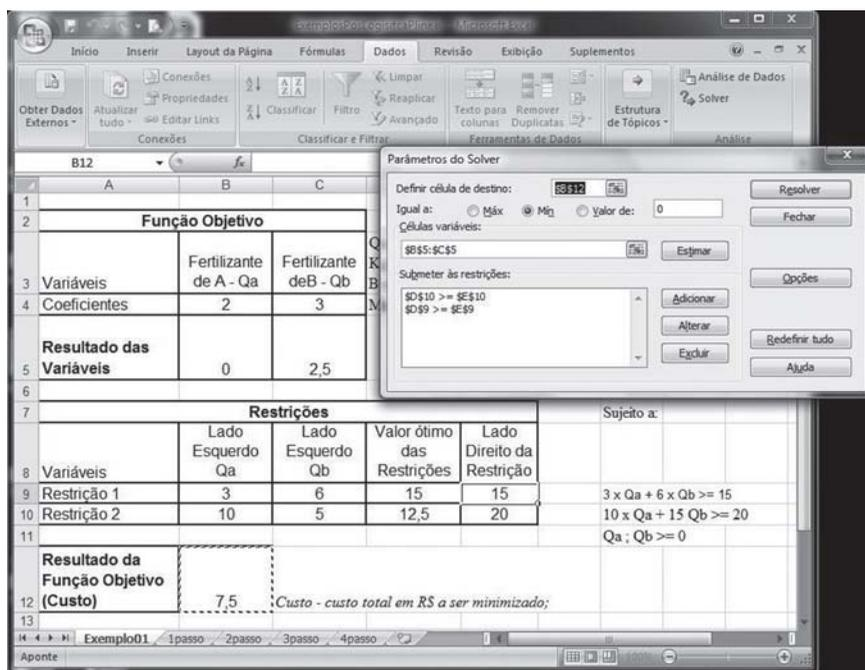
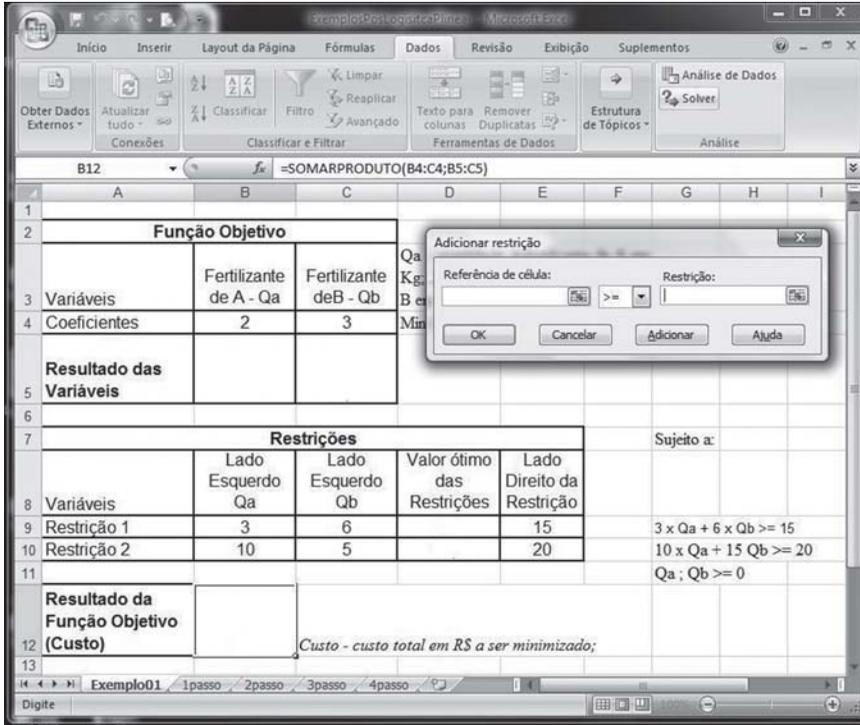
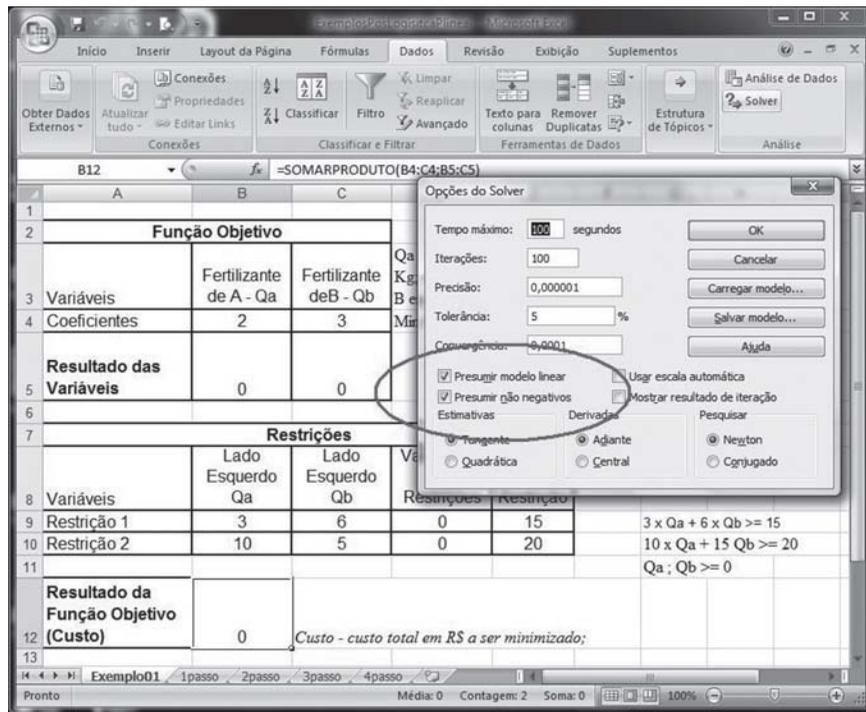
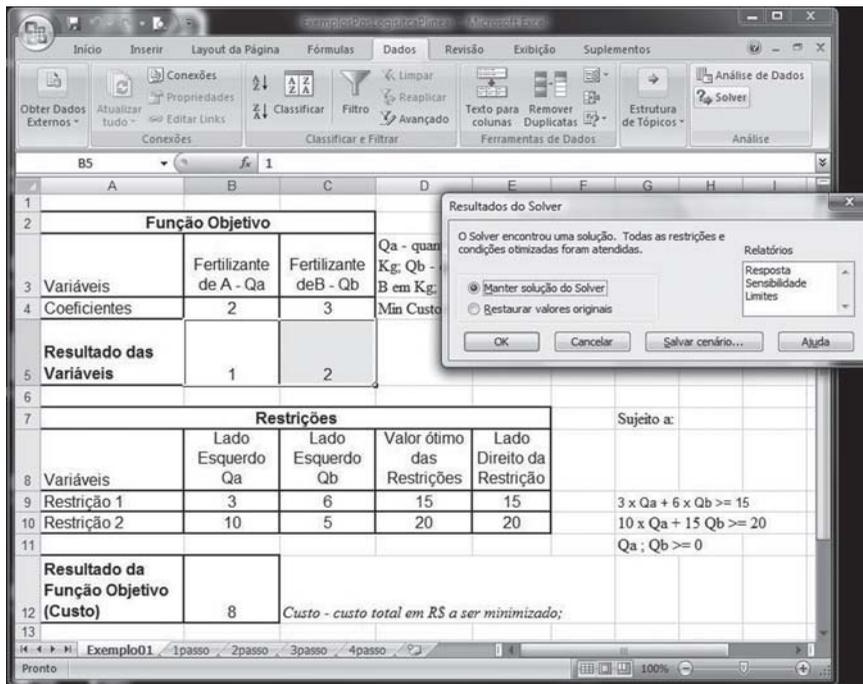

Figura 17: Quinto passo - Entrada dos parâmetros do Solver
Figura 18: Sexto passo – Entrada das restrições no Solver
Figura 19: Entrada das opções para solução do problema pelo Solver
Figura 20: Sétimo passo – Rodar o Solver para encontrar a solução do Modelo de Programação Linear
Quinto passo: você deve dar entrada nos parâmetros do Solver, conforme Figura 17. Se você estiver usando o Excel do Windows XP, vai encontrar o Solver no item de menu **Ferramentas**. No caso do Excel do Windows Vista, você vai encontrar o Solver no menu **Dados**, normalmente no canto esquerdo da tela. Para não ficar colocando uma figura a cada entrada de parâmetros do Solver, decidimos colocar somente a Figura 17 e depois, com base nela, apresentamos os parâmetros que você deve ir digitando no Excel. Na tela do Solver, à sua direita, na parte superior, você verá os seguintes parâmetros:
- ▶ **Submeter às restrições:** é o local onde você vai informar as restrições do problema. Para essa situação, você verá na Figura 17 como entrar com as restrições.
Para a entrada das restrições no Solver, você deve clicar o botão **Adicionar** e então aparecerá a tela que pode ser vista na Figura 18, na qual você verá a tela de **Adicionar Restrição**. Nessa tela, você vai digitar no espaço do lado esquerdo, **Referência de célula**, o valor \$D\$9, que é o espaço que você deixou para o Solver calcular o valor ótimo das restrições. Logo à direita do espaço da **Referência de célula** temos o sinal, que no exemplo da primeira restrição é “>=”. Depois, mais à direita, temos a **Restrição** que representa o valor do lado direito da restrição. No exemplo, a primeira restrição tem o valor da célula \$E\$9. Para o exemplo que você está construindo existem duas restrições, assim você deve clicar no botão **Adicionar** e entrar com \$D\$10, >= e \$E\$10 e depois clique no botão **Ok**. Você então retornará para a tela da Figura 17.
Depois disso, você deve clicar no botão **Opções**, conforme a tela da Figura 17, e aí aparecerá a tela da Figura 19. Na tela **Opções do Solver** da Figura 19, você deve se certificar de que os campos **Presumir modelo linear** e **Presumir não negativos** estejam marcados com . Para este curso, não é necessário que
Sétimo passo: você deve encontrar a solução do problema. Neste momento, você já entrou no Excel com todos os dados necessários para que ele possa executar seu modelo de dados. Agora, você deve clicar no botão **Resolver** na tela da Figura 19 para aparecer outra tela, que pode ser vista na Figura 20. Como você pode reparar na Figura 20, o Solver já calculou a resposta, ou seja, as células B5 e C5 já foram preenchidas com os valores ótimos para a quantidade de fertilizante do fornecedor A e do fornecedor B, respectivamente. Além disso, ele também preencheu o valor da Função Objetivo, célula B12, que representa o custo mínimo alcançado. Mantenha a opção **Manter solução do Solver** e clique no botão **Ok**, se quiser, imprima sua planilha com o resultado do modelo.
3. Submeter às restrições: você deve clicar no botão **Adicionar** e entrar na tela, semelhante à da Figura 18.
Esses são os dados que devem entrar nas restrições. Após tê-los digitado, não se esqueça de clicar no botão **Opções** e se certificar de que os campos **Presumir modelo linear** e **Presumir não negativos** estejam marcados com \checkmark , conforme você fez a partir da Figura 19, do Exemplo 1. Pronto! Mais um modelo conhecido. Se você fez tudo certo, deve chegar à tela de resultados conforme a Figura 22.